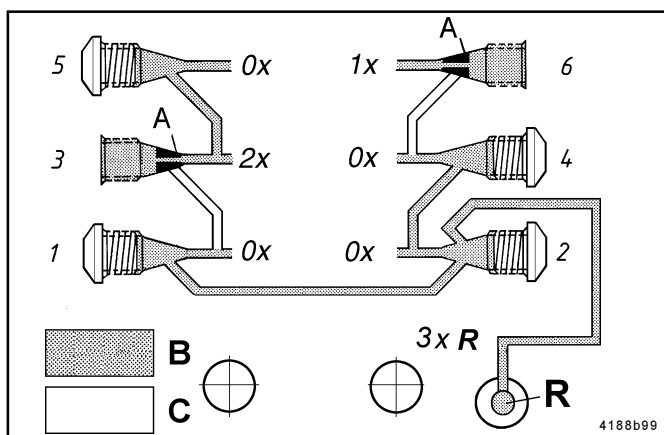

Abb. 4 - Interne Rückführung von Schmierstoff; nur bei hinten montierten Schmierstoffverteilern
- Dies geschieht automatisch **durch Verschließen des Auslasses Nr. 2** mit einer **Verschlußschraube**, siehe Abb. 4. Schmierstoffmengen der geraden und ungeraden Auslässe sind über die Verbindung der Auslässe 1 und 2 zurückführbar.
- Zum Zurückführen immer bei den Auslässen mit den kleinsten Auslaßnummern beginnen, z. B. 2, 4, 6... oder 1, 3, 5... **plus Auslaß 2**. Wie in Abb. 4 gezeigt, fließen die Mengen der Auslässe 1, 2 und 4 (3xR) in den Behälter zurück.